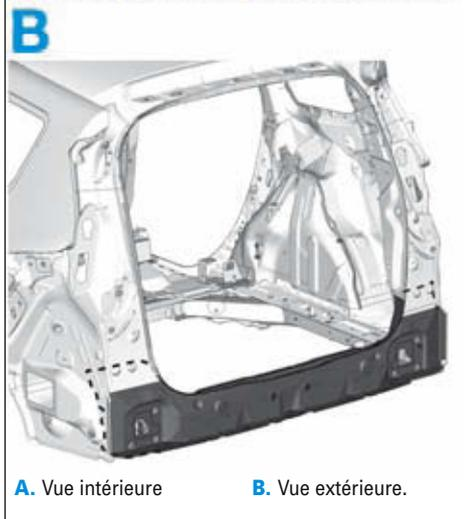

FIG. 168
- Respecter les lignes de coupe (Fig.168).